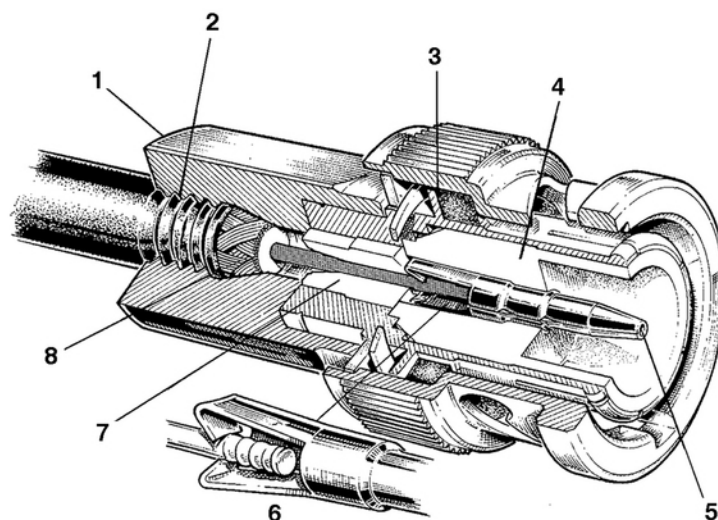

Fig. 5
- Visser le câble dénudé dans le connecteur représenté ci-dessous. (Fig. 5)